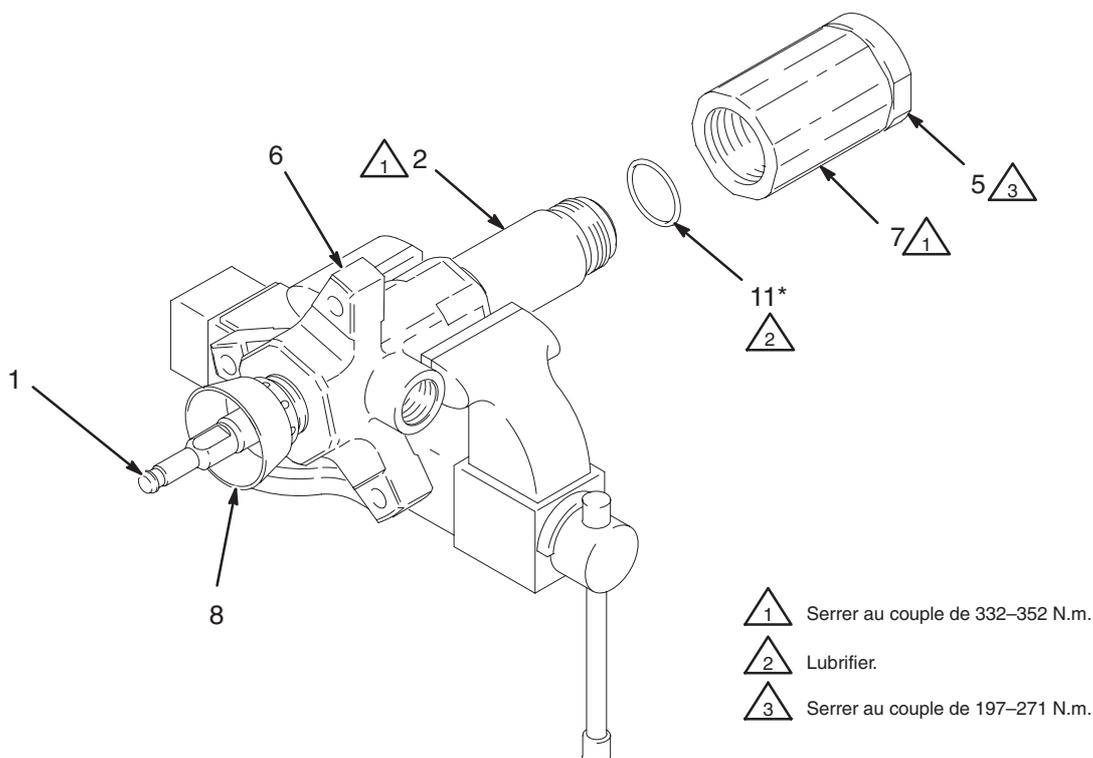

Fig. 8
5. Lubrifier les filetages de l'écrou de presse-étoupe (8) et mettre ce dernier en place sans le serrer dans le collecteur de sortie (6).
6. Lubrifier les joints de piston. Faire glisser la tige de piston (1) et l'ensemble de piston dans le cylindre (2). Le cylindre est symétrique de sorte que l'une ou l'autre des deux extrémités peut être tournée vers le haut. Utiliser un maillet en caoutchouc pour faire pénétrer la tige dans le cylindre jusqu'à ce que le siège du clapet de piston (10) se trouve près du milieu du cylindre.
7. Installer le joint (11*) sur le dessus du cylindre (2). Lubrifier le joint et les filetages supérieurs du cylindre.
8. Placer le collecteur de sortie (6) dans un étau comme indiqué en Fig. 8. Faire glisser la tige de piston (1) vers le haut dans le collecteur de sortie, puis visser à la main le cylindre (2) dans le collecteur de sortie. Les filetages s'engagent facilement jusqu'à ce que le joint (11*) entre en contact avec la surface d'étanchéité du corps de sortie. Le sommet de la tige dépasse de l'écrou de presse-étoupe (8).
11. Mettre en place le joint (11*) sur le bas du cylindre (2).
Voir la Fig. 8. Lubrifier le joint et les filetages du cylindre. Visser à la main le corps de clapet de pied (7) sur le cylindre. Les filetages s'engagent facilement jusqu'à ce que le joint entre en contact avec la surface d'étanchéité du corps de clapet de pied.
12. À l'aide d'une clé à tube, serrer le clapet de pied (7) au couple de 332–352 N.m. Cela applique également un couple de serrage au cylindre (2) dans le collecteur de sortie (6). Voir la Fig. 8.
13. À l'aide d'une grande clé plate de 70 mm ou d'une clé à tube, serrer le clapet de pied (5) au couple de 197–217 N.m.
14. Serrer l'écrou de presse-étoupe (8) au couple de 61–75 N.m.